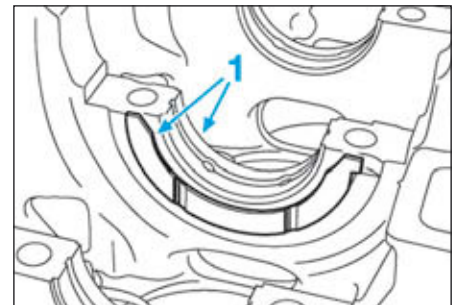

FIG.63
- Déposer les cales latérales (1) (Fig.63) de vilebrequin.